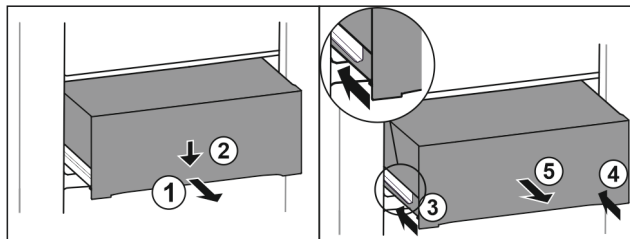

Fig. 128
- ▶ Tõmmake sahtel pooleldi välja. Fig. 128 (1)
- ▶ Vajutage sahtlit esiküljelt allapoole. Fig. 128 (2)
- ▶ Lükake vasakut siini 2 cm sisse. Fig. 128 (3)
- ▶ Lükake paremat siini 2 cm sisse. Fig. 128 (4)
- ▶ Võtke sahtel ettepoole välja. Fig. 128 (5)